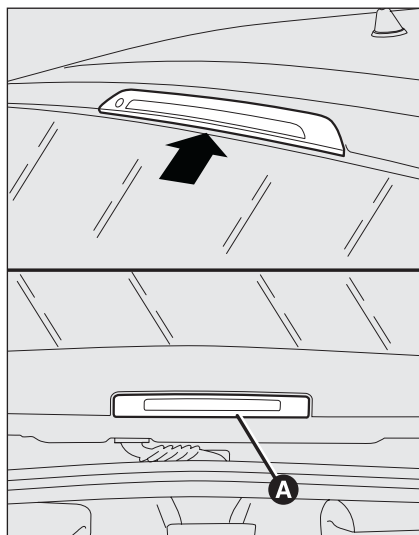

fig. 32
- ☐ extraiga la cubierta **A**-fig. 32;
- ☐ monte la cubierta **A**-fig. 32 y cierre el maletero.